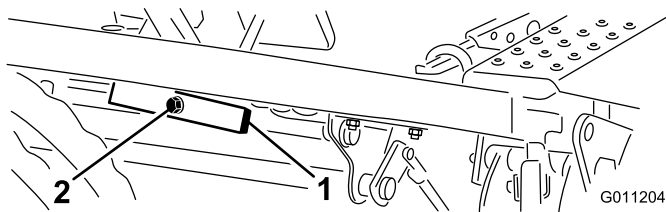

Bild 43
1. Lockern Sie die Mutter an der Rückseite der Hubschwenkplatte (Bild 43).
2. Drehen Sie die exzentrische Schraube (Bild 43) zum Anheben oder Absenken der Hubschwenkplattenfeder. Dadurch stellen Sie die Hubschwenkplatte und Pedale gleich.